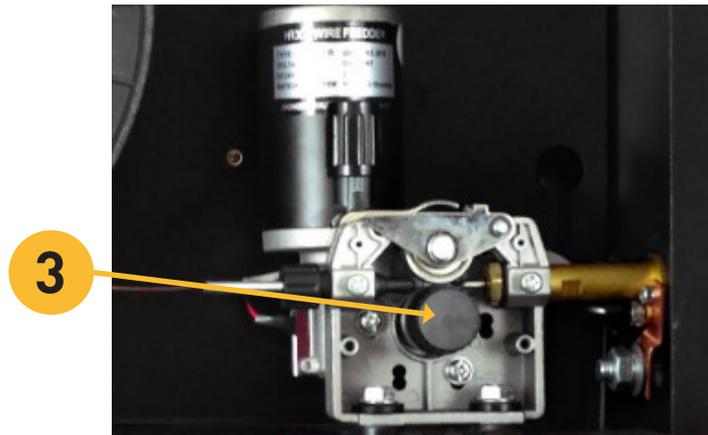

Figura 3
1. Remova o parafuso do eixo (Peça 3, Figura 3).